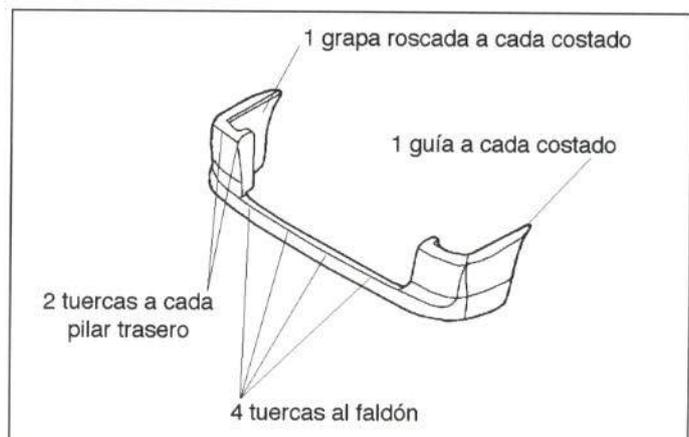

Figura 54.- Unión del paragolpes trasero
El paragolpes trasero va fijado a la carrocería, tal y como se muestra en la figura 54.
- Paragolpes (figura 54).